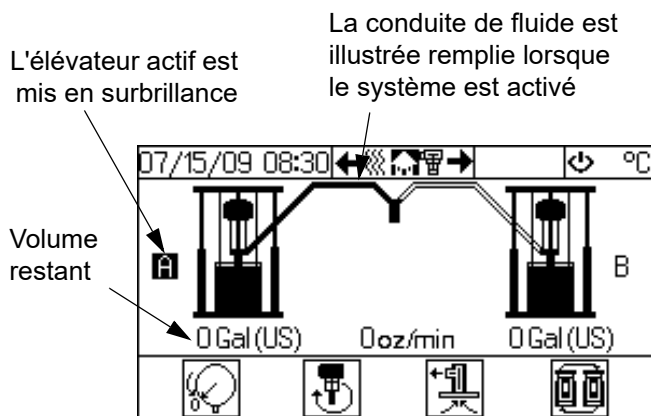

FIG. 10 : Écran Fonctionnement de l'élévateur
5. Consultez la FIG. 10. L'écran Fonctionnement de l'élévateur affiche quel élévateur (A ou B) est actif et le volume restant dans chaque tambour. La conduite du fluide est illustrée remplie lorsque le système est activé.